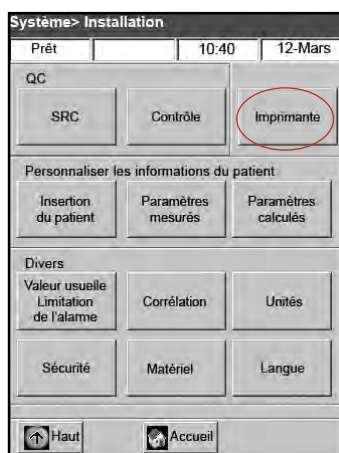

Figure H-4 : Écran "Système > Configuration"
- Sur l'écran "Configuration", sélectionnez "**Imprimante**" (Figure H-4).